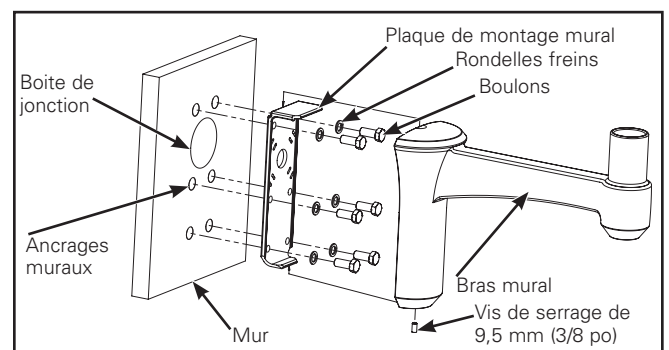

Figure 4.
1. Utilisez la plaque de montage mural comme gabarit et percez 6 trous. (Figure 4.) Installez des ancrages muraux appropriés (non fournis) et le calfatage de silicone autour de la boîte de jonction et des ancrages muraux. Fixez fermement la plaque de montage mural au mur avec les 6 boulons de 1/2-13 x 1 1/2 de long et les six (6) rondelles freins. Serrez les boulons à un couple d'au moins 50,1 Nm (37 pi-lb) pour fixer l'accessoire – lisez la remarque ci-dessous.